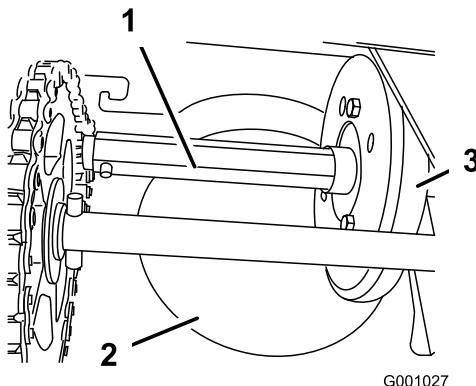

Figure 46
Graissez légèrement l'arbre hexagonal une fois par an avec de l'huile moteur de type automobile (Figure 46).
**Important:** Veillez à ne pas faire couler d'huile sur la roue en caoutchouc ou le plateau d'entraînement à friction en aluminium, car cela fera patiner la transmission (Figure 46).